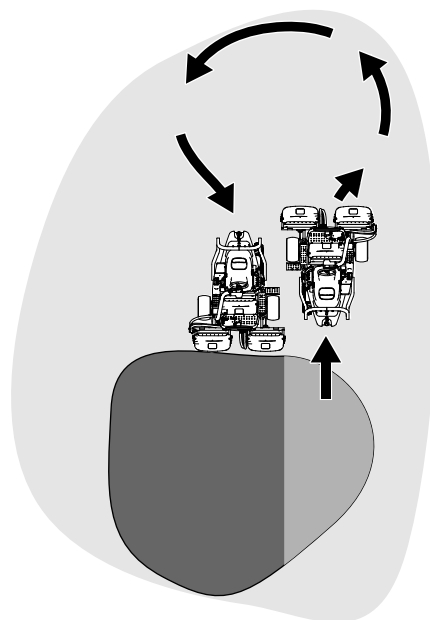

図 37
6. Uターンするとき、一旦反対側にハンドルを切ってから旋回すると、楽に、しかも効率良く回ることができて次の列そろえが楽になります。反対側に軽く振ってから旋回すると雨だれ形の旋回 図 37 になって、スムーズに次の列に入ることができます。